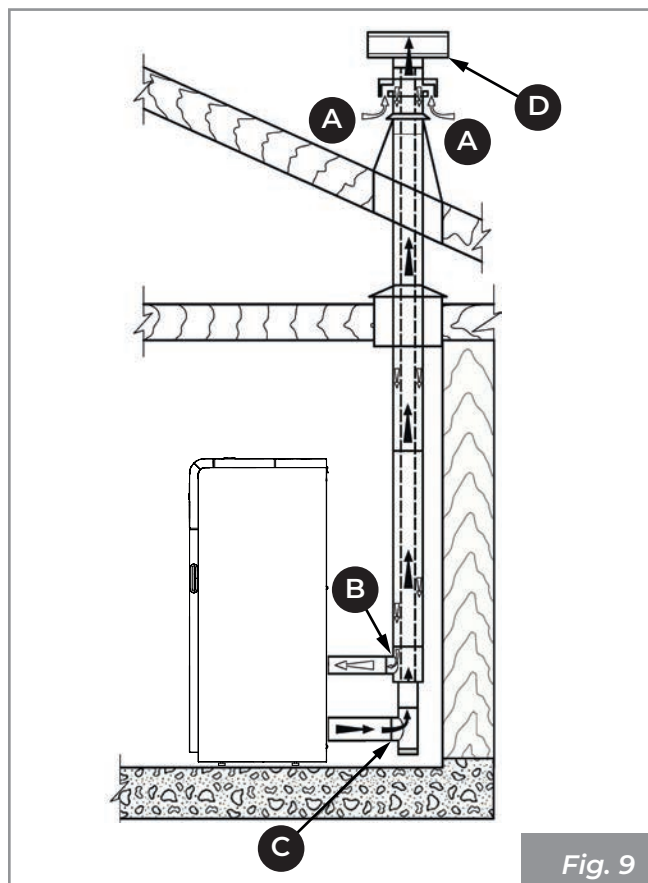
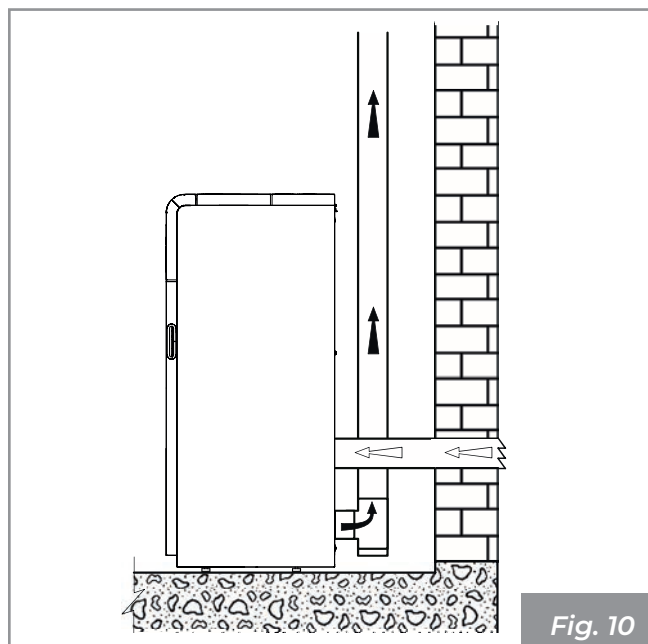

Fig. 9
Fig. 10
- il peut provenir directement de l'extérieur à travers un raccordement direct à la chambre de combustion (Fig. 9 - Fig. 10).
- canaliser l'air de combustion en utilisant un tuyau d'échappement coaxial pour l'expulsion des fumées et le prélèvement de l'air (**Fig. 9 - A, B = Arrivée d'air, C, D = Évacuation des fumées**) ; il n'est donc pas nécessaire de faire une prise d'arrivée d'air classique dans la pièce ;
- relier l'entrée d'air de combustion de l'appareil à la prise d'air avec un conduit approprié (**Fig. 10**).